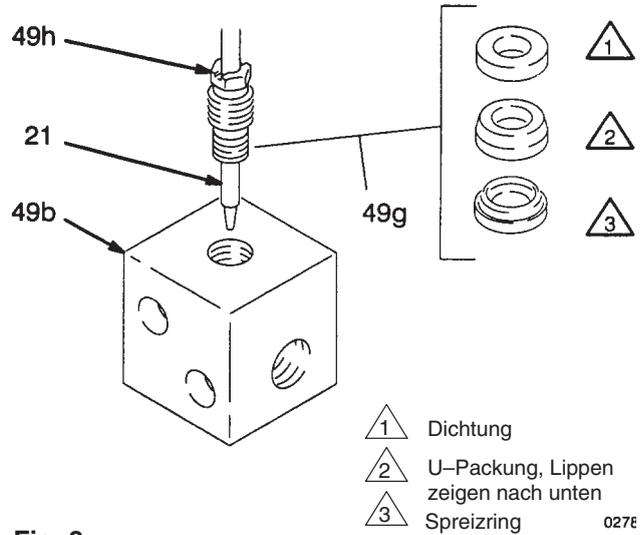

Fig. 8
4. Aktivator Packungsmutter (49h) und Packungen (49g) auf die Materialnadel legen, wie in Abb. 8 gezeigt, und in das Gehäuse (49b) einlegen, dann leicht anschrauben.